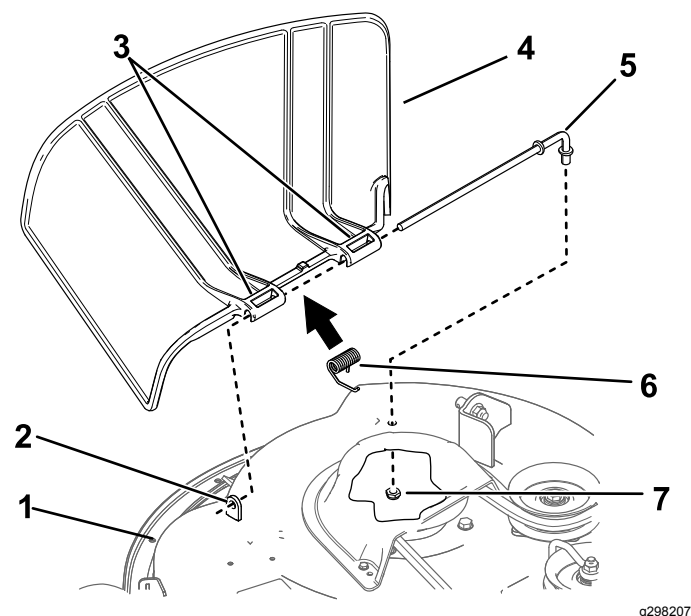

Figura 66
1. Retire la tuerca ($\frac{3}{8}$ ") de la varilla (debajo del cortacésped) (Figura 66).
2. Retire la varilla del espaciador corto, del muelle y del deflector de hierba (Figura 66).
4. Instale el deflector de hierba nuevo (Figura 66).
7. Deslice la varilla por el segundo soporte del deflector de hierba (Figura 66).
9. Sujete el extremo trasero de la varilla al cortacésped con una tuerca ($\frac{3}{8}$ "), según se muestra en Figura 66.